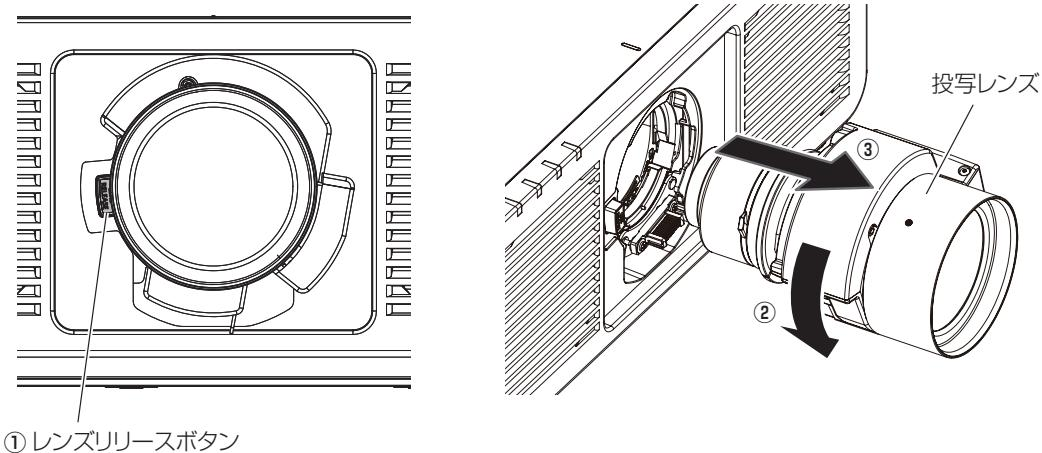

図2
- 2) レンズリリースボタン（①）を押しながら、投写レンズを反時計方向（②）に回しきり、抜き取る（③）（図2）